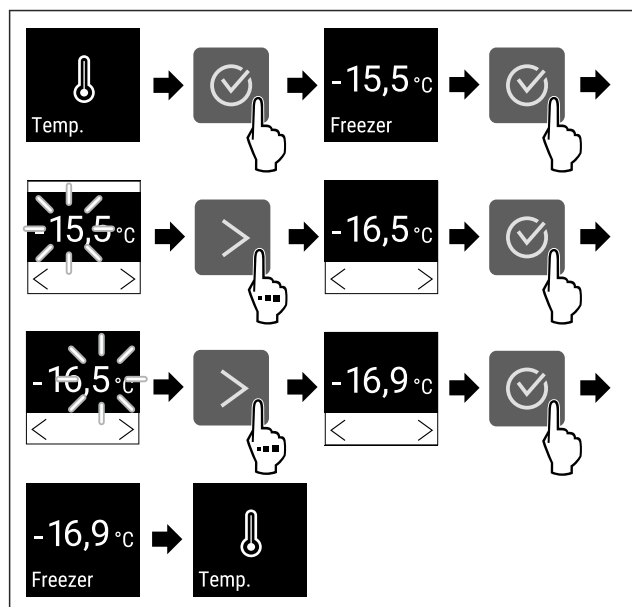

Fig. 65 Temperatūros keitimas iš -15,5°C į -16,9°C
- ▶ Atlikite veiksmus (žr. Fig. 65).